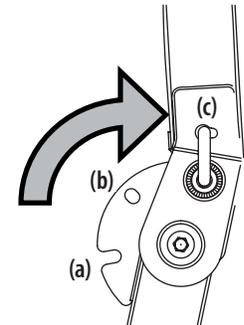

Figure 5
2. Placez la structure de protection à la position désirée. Voir Figure 5.
NOTE : La structure peut être placée à la position de transport (a), la position de transport avec bac récupérateur (b) ou celle d'utilisation (c). Voir Figure 5.